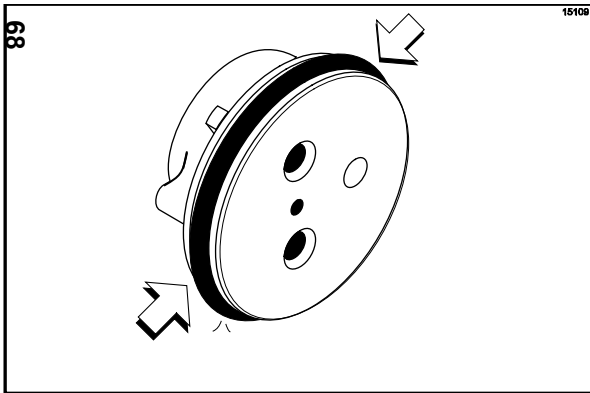

Figure 147
5. Monter le bouchon de la vanne. Glisser le joint torique rouge dans la rainure du bouchon de la vanne. NE PAS lubrifier le joint torique (Cf. Figure 147).